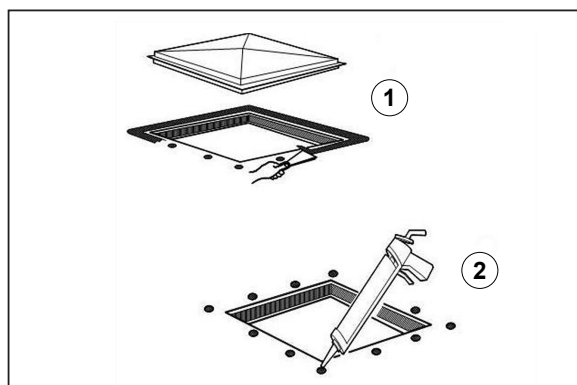

Fig. 4
Verwijder al het afdichtingsmateriaal dat rondom het gat aangebracht is met een plaatmes ("Fig. 4" ref. 1) en dicht alle gaten van de schroeven en de verbindingssleidingen af met kit of stopverf die makkelijk verkrijgbaar is bij speciaalzaken ("Fig. 4" ref. 2).